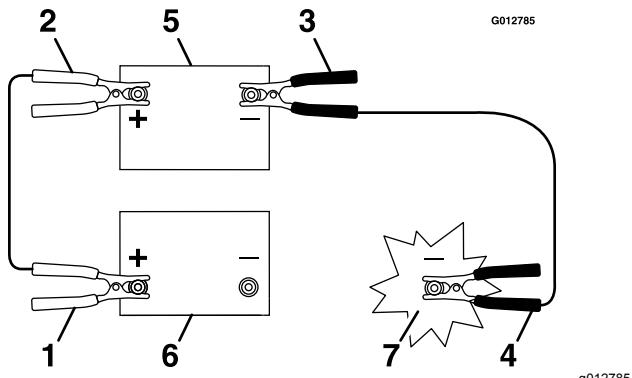

Figure 49
1. Reliez le câble de démarrage positif rouge (+) à la borne positive de la batterie à plat, comme montré à la Figure 49.
- Reliez l'autre extrémité du câble positif à la borne positive de la batterie de secours (Figure 49).
- Sur la machine dont la batterie est à plat, reliez l'autre extrémité du câble de démarrage négatif au bloc-moteur, à l'écart de la batterie et des courroies (Figure 49).
- Retirez le câble négatif du bloc-moteur (Figure 49).
- Retirez le câble négatif de la batterie déchargée (Figure 49).
- Retirez le câble positif de la batterie de secours (Figure 49)
- Retirez le câble positif de la batterie déchargée (Figure 49)